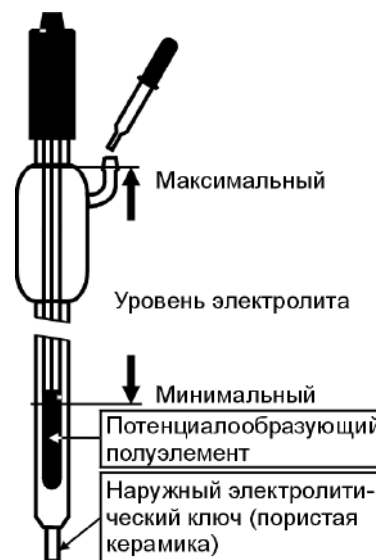

Рис.1
4.3 Проверить уровень электролита в электроде, он должен находиться в пределах, показанных на рис.1. При необходимости электролит следует долить через патрубок, расположенный в верхней части электрода. Для заполнения рекомендуется применять электролит идентичный электролиту, залитому в потенциалообразующий полуэлемент (3 М; 3,5 М или 4,2 М КСl).